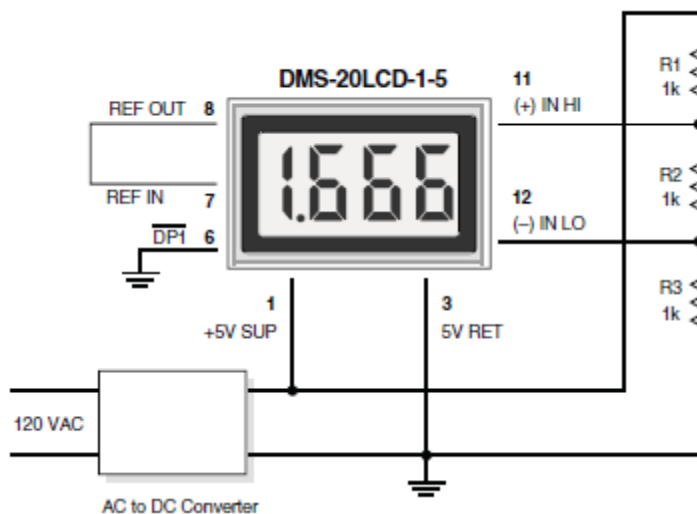

Рис. 3. Конфигурация дифференциального входа (модели с питанием 5В)
**2. Конфигурации дифференциального входа.** Дифференциальные измерения можно выполнять с помощью счетчиков с питанием от 5В или 9В. Рисунок 3, хотя и не является практическим приложением, использует делитель напряжения для демонстрации концепции дифференциального входного сигнала. Будьте осторожны, чтобы не превысить ограничение напряжения синфазного сигнала  $\pm 2В$  для измерителя с питанием 5В.